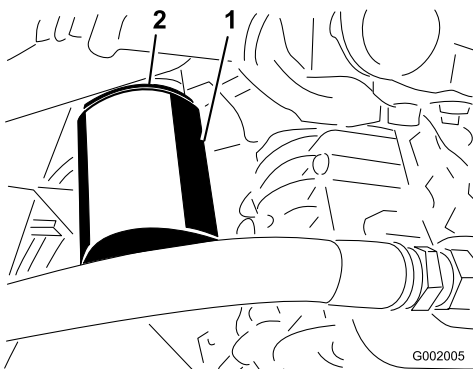

Figura 69
4. Retire o filtro (Figura 69).